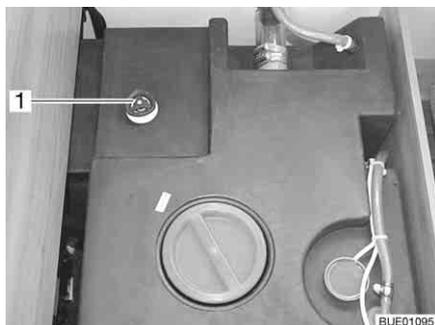

Fig. 201 Réservoir d'eau avec poignée tournante
- Faire tourner à fond dans le sens des aiguilles d'une montre la poignée tournante (Fig. 201,1) située sur le réservoir d'eau.
- Faire tourner la poignée tournante (Fig. 201,1) située sur le réservoir d'eau dans le sens inverse des aiguilles d'une montre jusqu'à ressentir une résistance. L'eau s'écoule, 60 litres restent.